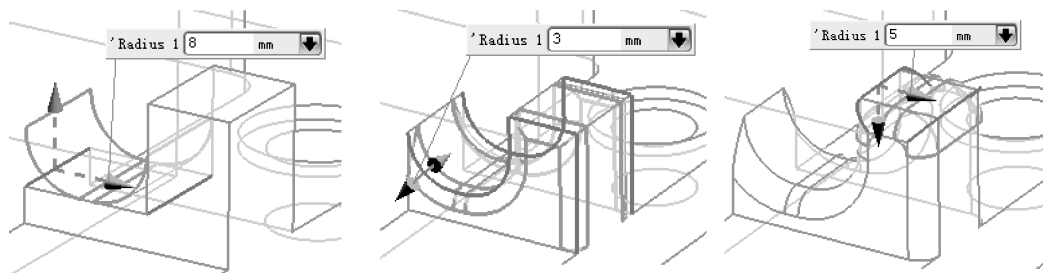

图 4-117 创建直径分别为 8、3 和 5 的圆角特征
- 26 使用【边倒圆】工具，选择如图 4-117 所示的边，依次倒出直径为 8、3 和 5 的圆角特征（同时在另一侧也创建出同样大小的圆角特征）。